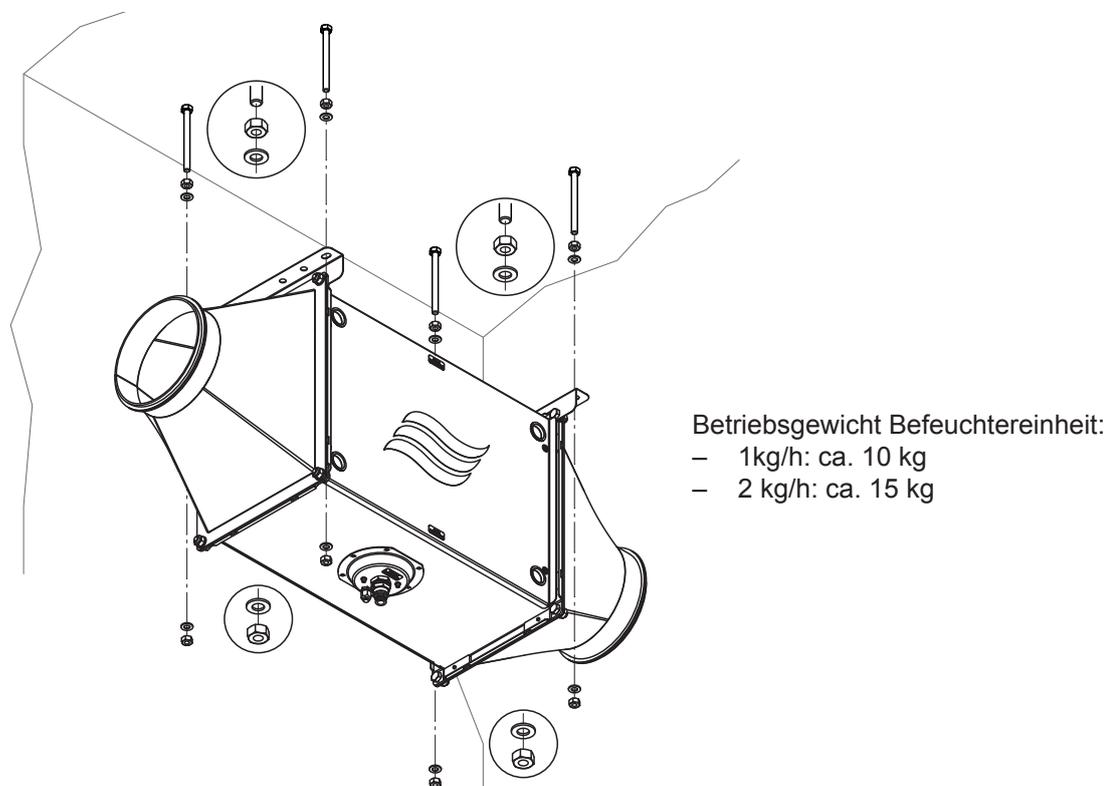

Abb. 12: Befeuchtergehäuse an den Gewindestangen befestigen
**Wichtig:** Die Befestigungsstelle muss eine ausreichende Tragfähigkeit und Stabilität aufweisen und für die Befestigung geeignet sein (Gewichte siehe Abb. 12)!
2. Befeuchtergehäuse über die Winkelhalter mit den M8-Muttern und den Unterlagscheiben, wie in der Abb. 12 gezeigt, an den Gewindestangen befestigen.